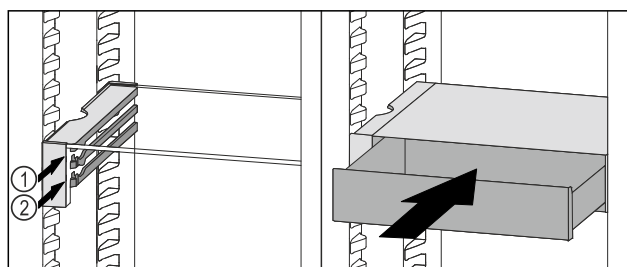

Fig. 136
- Plasser VarioSafe-skuffen bak stopperne på ønsket rille Fig. 136 (1) eller Fig. 136 (2).